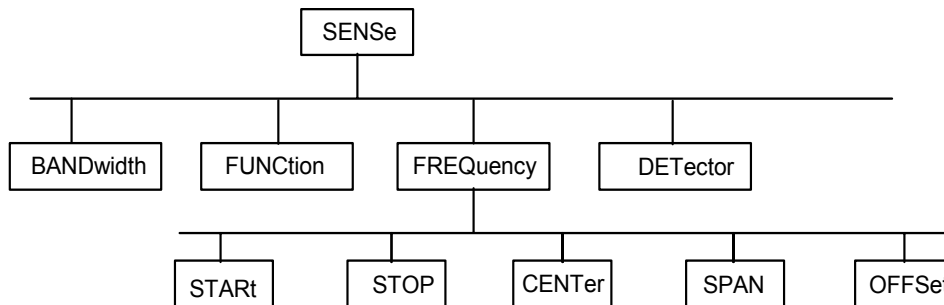

Bild 5-1 Baumstruktur der SCPI-Befehlssysteme am Beispiel des Systems `SENSe`
**Bild 5-1** zeigt diese Baumstruktur anhand eines Ausschnitts aus dem Befehlssystem SENSE, in dem die gerätespezifischen Einstellungen erfolgen, die nicht die Signaleigenschaften des gemessenen Signals betreffen. Die weiteren Beispiele zu Syntax und Aufbau der Befehle sind diesem Befehlssystem entnommen.
Gerätespezifische Befehle sind hierarchisch (siehe Bild 5-1) aufgebaut. Die verschiedenen Ebenen werden durch zusammengesetzte Header dargestellt. Header der höchsten Ebene (root level) besitzen ein einziges Schlüsselwort. Dieses Schlüsselwort bezeichnet ein ganzes Befehlssystem.
Gehören die aufeinander folgenden Befehle zum gleichen System und besitzen damit eine oder mehrere gemeinsame Ebenen, kann die Befehlszeile verkürzt werden. Dazu beginnt der zweite Befehl nach dem Strichpunkt mit der Ebene, die unter den gemeinsamen Ebenen liegt (siehe auch Bild 5-1). Der Doppelpunkt nach dem Strichpunkt muss dann weggelassen werden.